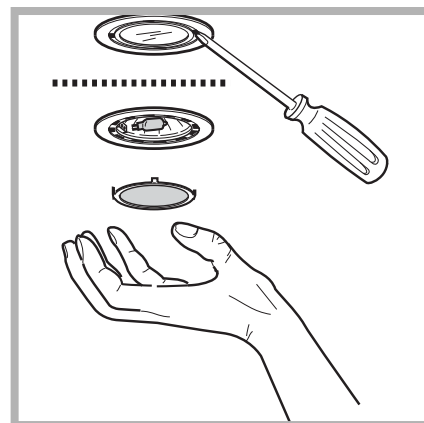

Fig. 4
- Quitar el plafón haciendo palanca con un pequeño atornillador (Fig. 4).